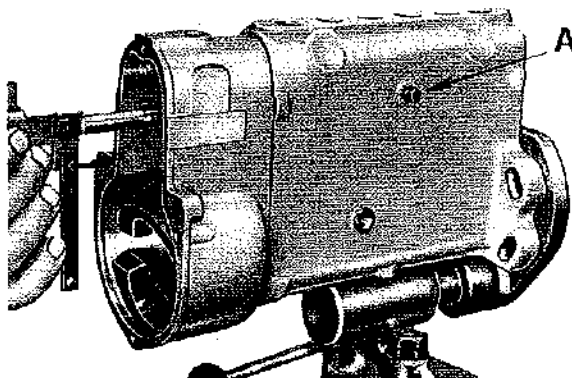

Fig. 81
- Montare l'asta cremagliera e fermarla con la vite A (Fig. 81).